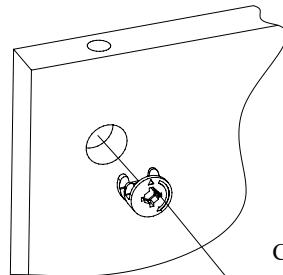

Рис.2
- Вставьте головки минификсов в детали 2, 3, 4, 5, 6, 7 (Рис. 2).